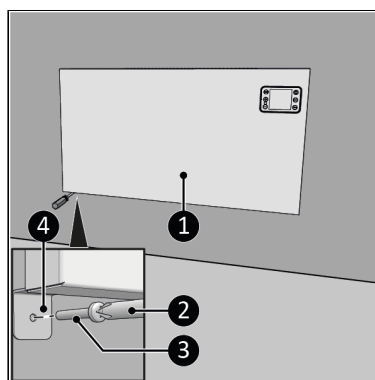

Abbildung 47.
14. Platzieren Sie das Gerät (Abbildung 47, pos. 2) wieder auf die der Wandhalterungen (Abbildung 47, pos. 1).
15. Schrauben Sie die Gerätehalterungen (Abbildung 47, pos. 4) mit einer großen Schraube (Abbildung 47, pos. 3) mit einem Kreuzschlitzschraubendreher (Abbildung 47, pos. 2) an die Wand.